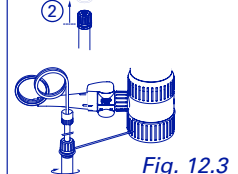

Fig. 12.3
- 3 Jet-Pen™ Halterung montieren (Abb. 12.3)
- 3 Installer le support de bec (Fig. 12.3)